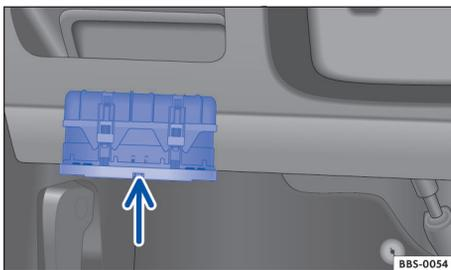

图 131 驾驶员侧仪表板下方：保险丝盒
- 按压箭头所示的锁止卡 → 图 131，向下翻开保险丝盒盖板。